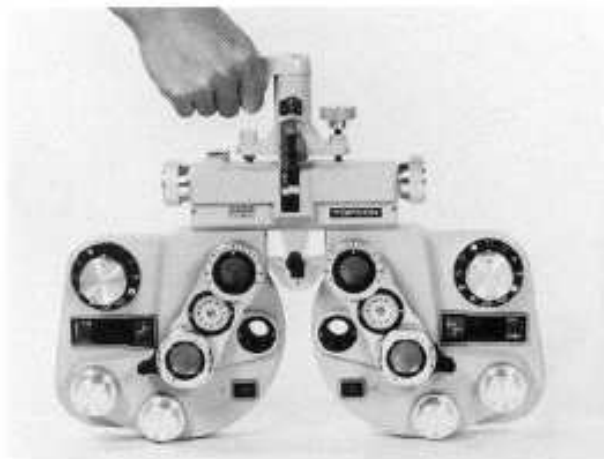
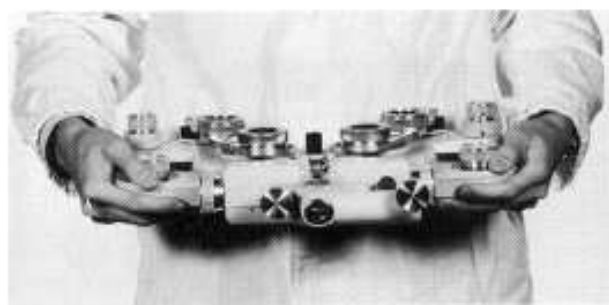

Рис.1
Рис.2
1. ФОРОПТОР VT-SE должен переноситься, держа за поперечину сверху прибора или за заднюю панель (поверхность без ручек) двумя руками, как показано на рис.1 и рис.2.
а) При перемещении прибора, следуйте инструкциям, относящимся к рис.1 и рис.2. Для временного хранения, кладите прибор задней стенкой (поверхность без кнопок) на прокладку.